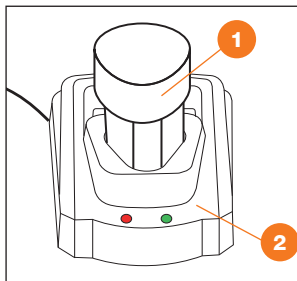
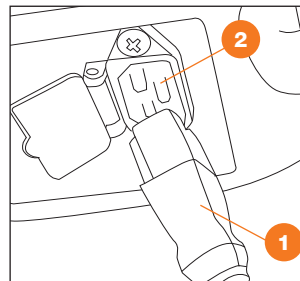

Рис. 6.1
Рис. 6.2
2. Для зарядки **DSA 6Li** и **DSA 9Li** вставьте аккумулятор 1 в зарядное устройство 2 (Рис. 6.1). Для зарядки **DSA 12Li** вставьте шнур сетевого адаптера 1 в разъем для зарядного устройства 2 в корпусе опрыскивателя (Рис. 6.2).